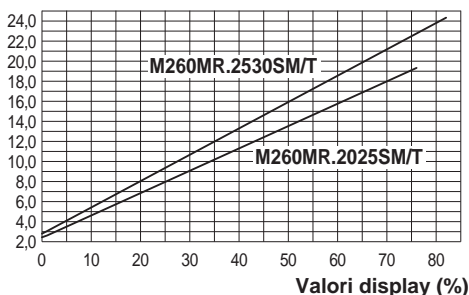
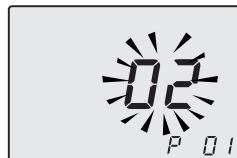
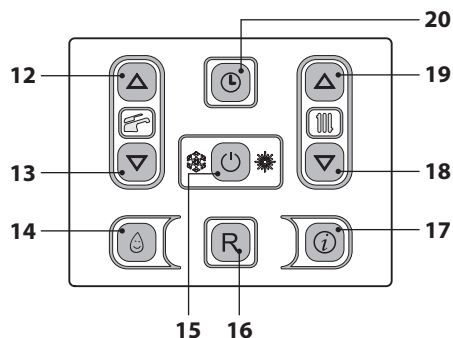

Figura 7.10
Figura 7.14
Figura 7.15
Il grafico in Figura 7.10 rappresenta come varia la potenza utile della caldaia in riscaldamento al variare del valore impostato nella scheda comando.
- Entrare in "modalità programmazione" premendo contemporaneamente per 10 secondi i tasti 15 - 18 - 19 (Figura 7.15) fino a far apparire sul display LCD le lettere **P01** e il valore del parametro, indicanti l'entrata nel "parametro 01" (Figura 7.14).
- Utilizzando i tasti 12 o 13 (Figura 7.15) è possibile modificare il valore del parametro 12 (riferirsi al grafico Figura 7.10 per determinare il valore corretto in funzione della potenza utile di riscaldamento).
- Premendo il tasto 15 (Figura 7.15) si ottiene la conferma del valore inserito.